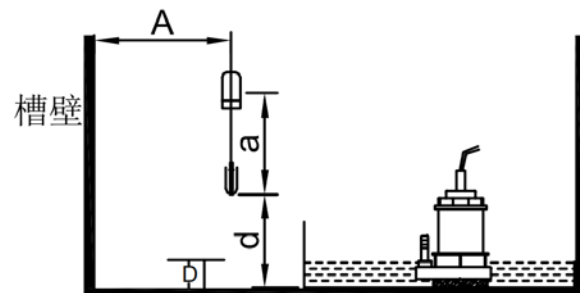

图1
- 浮球动作长度 a 必须小于槽壁与电缆距离 A ，浮球控制最低水位 d 必须大于水位 D 。（见图 1）